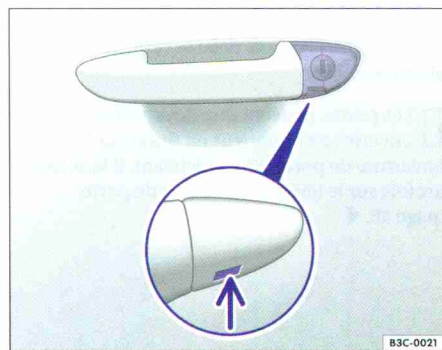

Fig. 177 Poignée de porte du conducteur : barillet masqué.
- Insérez le panneton de la clé du véhicule par le bas, dans l'ouverture du cache de la poignée de porte du conducteur ⇒ fig. 177 (flèche) puis retirez le cache en le soulevant par le bas.